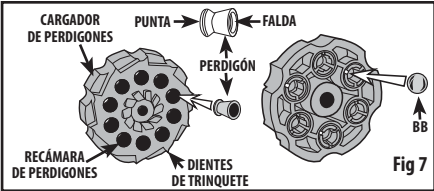

Fig 7
- En el cargador de perdigones inserte un perdigón calibre .177, la punta primero, en cada recámara (Fig. 7). En el cargador para BB inserte un BB en cada recámara.